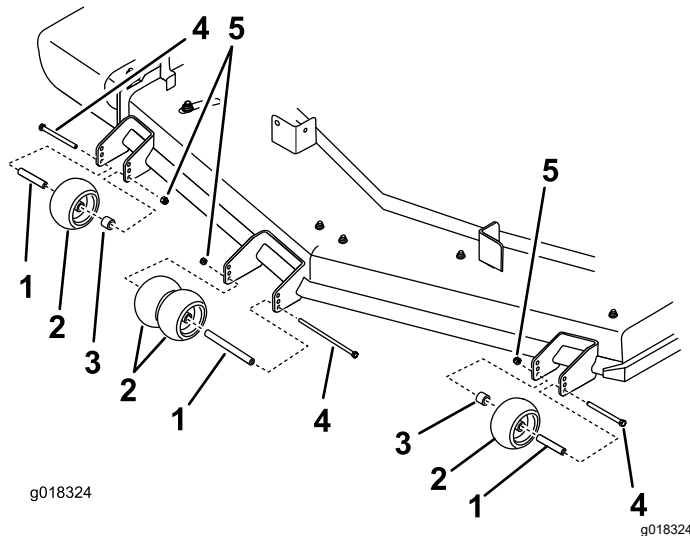

図 23
4. スペーサとブッシュを忘れずに取り付けること 図 23。